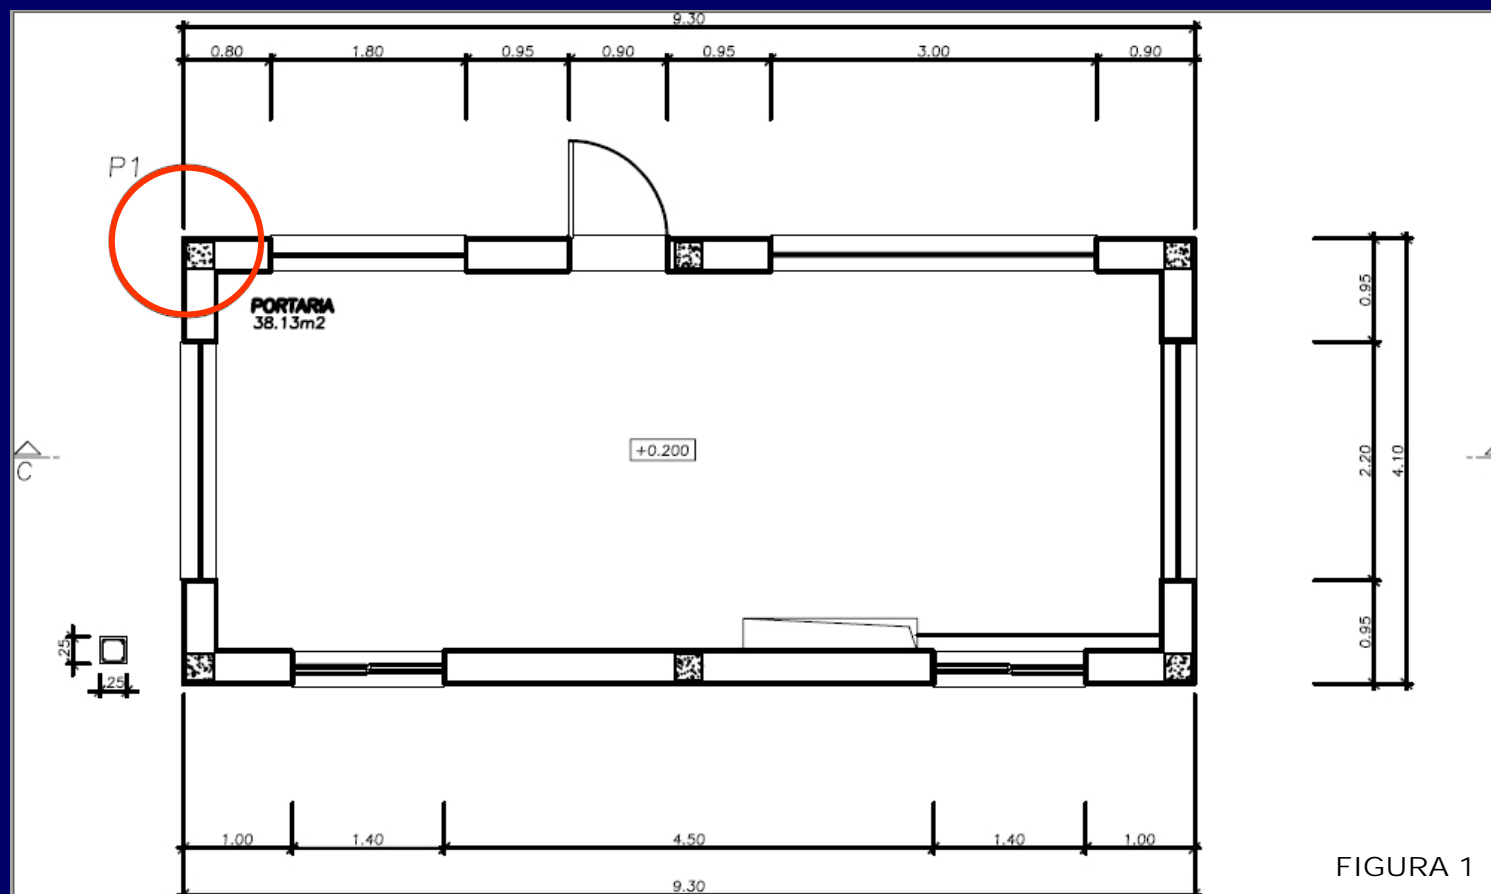

FIGURA 1
b.1) pormenor P1 na Figura 1 (pormenor, em planta, da parede na zona de ligação ao pilar de betão armado);